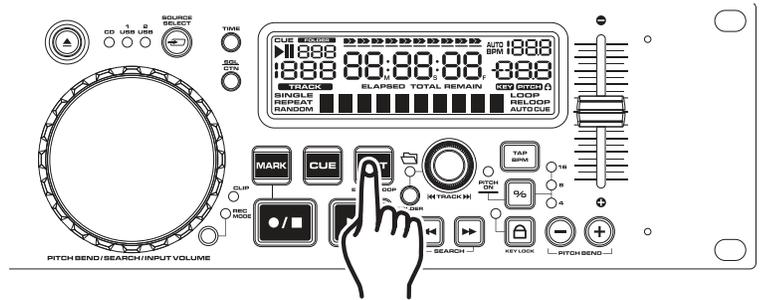

Figura 21
1) Premere il pulsante RIPRODUZIONE/PAUSA (16) per avviare la modalità riproduzione.
2) Premere il pulsante OUT/EXIT/RELOOP (18) per impostare il punto finale del CICLO CONTINUO (Figura 21). I pulsanti OUT e CUE lampeggiano per segnalare che è in esecuzione un CICLO CONTINUO. Premere di nuovo il pulsante OUT per uscire dal ciclo.